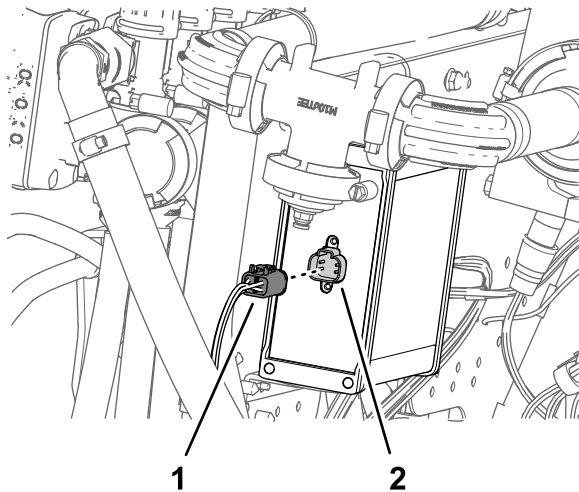

Bild 133
4. Stecken Sie den 4-Buchsen-Stecker, der mit TO ASC 10 beschriftet ist, in den 4-Stift-Stecker des ASC 10 Sprühsteuergeräts (Bild 133).